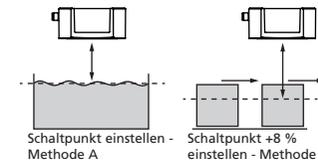

Bild 3: Teach-in bei unterschiedlicher Bewegungsrichtung des Objekts
■ In der Teach-in-Prozedur »Schalt-punkt einstellen – Methode A« lernt der Sensor die tatsächliche Entfernung zum Objekt als Schalt-punkt. Bei einer Bewegung des Objekts auf den Sensor zu, z.B. bei einer Füllstandsmessung, ist so die eingelernte Entfernung das Niveau, bei dem der Sensor schalten soll (vgl. Bild 3).
- Für die Abtastung von Objekten, die seitlich in das Schallfeld eintreten, sollte die Teach-in-Prozedur »Schalt-punkt +8 % einstellen – Methode B« gewählt werden. Dabei wird der Schalt-punkt um 8 % größer eingestellt, als es der tatsächlichen Ent-fernung zum Objekt entspricht. Dies stellt auch bei geringfügigen Hö-henschwankungen der Objekte einen stabilen Schalt-punkt sicher (vgl. Bild 3).